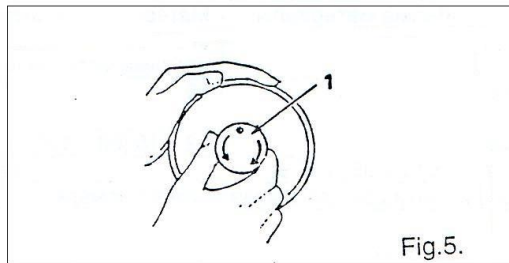
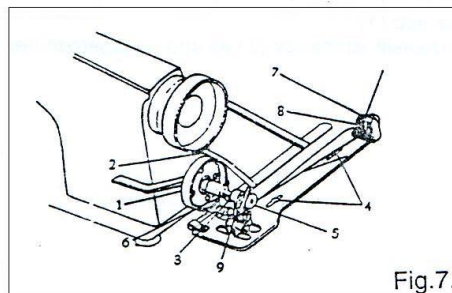

Fig.5.
Fig.7.
8. Намотка нити на шпульку (Рис. 5, 6) (20U33/43/53/53A/63/143, 457A/B/D)
1. Ослабьте винт (1), держите маховое колесо левой рукой, а правой рукой поверните переключатель привода иглы/намотки по направлению к себе (Рис. 5).
2. Наденьте шпульку на шпindel (3) шпульной моталки до упора. Регулятор предварительного натяжения нити (1): при повороте в направлении, указанном на рисунке стрелкой «+» натяжение увеличивается; при повороте в направлении, указанном на рисунке стрелкой «-» натяжение уменьшается.
3. Надавите на прижимной затвор (2) в направлении, указанном на рисунке стрелкой «А», шпindel (3) шпульной моталки (3) вращается в направлении, указанном на рисунке стрелкой «В». Для регулировки количества нити, наматываемой на шпульку, ослабьте винт (4) на затворе (2) и сместите затвор от себя или по направлению к себе (в зависимости от Ваших требований).
4. Если нить наматывается на шпульку неравномерно, ослабьте винт (5) и передвиньте натяжное устройство вверх или вниз (в зависимости от Ваших требований), после этого затяните винт (5).
9. Намотка нити на шпульку (Рис. 7) (20U23/23D)